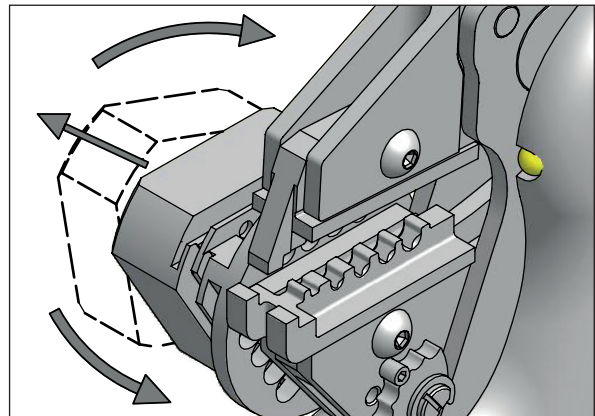

Abbildung 12
8.3.3 Crimpeinsätze für gedrehte Kontakte (Bild 12, 13)
2. Wenn notwendig, Kontaktaufnahme herausziehen (1) und durch Drehung (2) in die gewünschte Stellung bringen. (Bild 12)